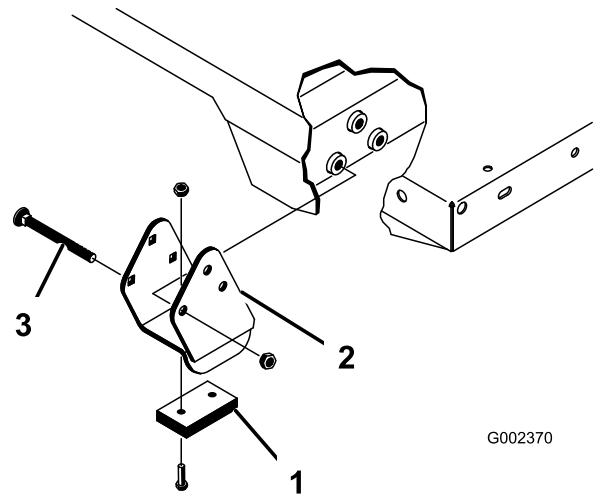

Figure 25
Les supports entretoises et les cales d'usure (Figure 25) doivent être montés avec les têtes des boulons à l'intérieur de la machine.
- Placez le plateau sur le cadre de la machine avec précaution, en alignant les trous des plaques de pivot arrière sur ceux du profilé arrière du cadre, puis installez les 2 axes de chape et les goupilles à anneau (Figure 25).
- Insérez l'axe de chape par l'extérieur du plateau en dirigeant la goupille à anneau vers l'extérieur (Figure 25).